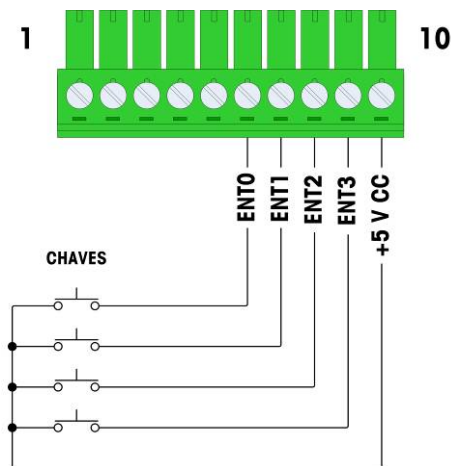

Figura 2-85: Exemplo de entrada ativa para chaves
A seleção das entradas como ativas habilita a conexão de chaves ou de outro dispositivo simples para acionar uma entrada. Nenhuma tensão é fornecida pelo dispositivo externo simples. A Figura 2-85 ilustra um exemplo de como conectar entradas ativas. Observe que o pino 10, a conexão +5 V CC, pode suportar uma corrente máxima de 200 mA.
- O +5 V CC mostrado na Figura 2-85 refere-se a um terra interno localizado dentro da placa de E/S discreta. A medição da tensão entre o pino 10 e o terra do chassi do IND780 não exibirá +5 V CC. A saída +5V CC é utilizada internamente e não tem função, exceto nas saídas digitais, conforme mostrado na Figura 2-85.